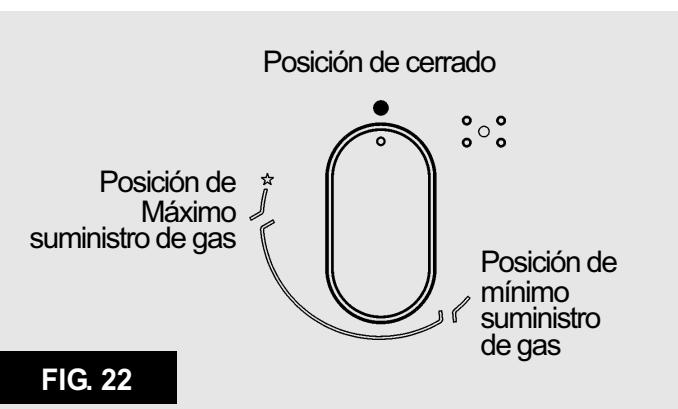

FIG. 22
Presione y haga girar en sentido contrario al de las agujas del reloj el botón giratorio correspondiente al quemador que desea utilizar hasta alcanzar la posición de Máximo (llama grande fig. 22). A continuación, presione el mando hasta el fondo.
En los quemadores dotados de termopar de seguridad, gire el botón giratorio correspondiente al quemador que desea utilizar en sentido contrario al de las agujas del reloj hasta la posición de Máximo (llama grande fig. 22) y presíñelo al advertir un tope. Una vez encendido el quemador, mantenga presionado el botón giratorio durante unos 10 segundos.
- Ponga el botón giratorio en la posición de Mínimo una vez alcanzado el punto de ebullición (llama pequeña fig. 22).
- *el encendido de los quemadores con termopares de seguridad solo puede efectuarse cuando el mando se encuentra en la posición de Máximo (fig. 22).*